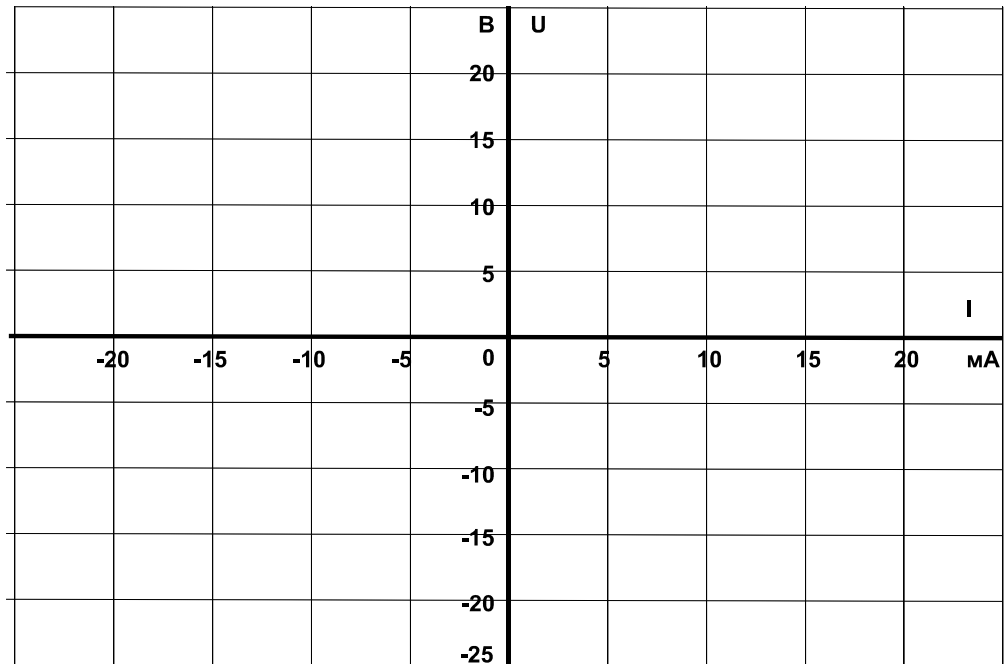

Рис. 3.1.2
- Перенесите осциллограмму на график (рис. 3.1.2).